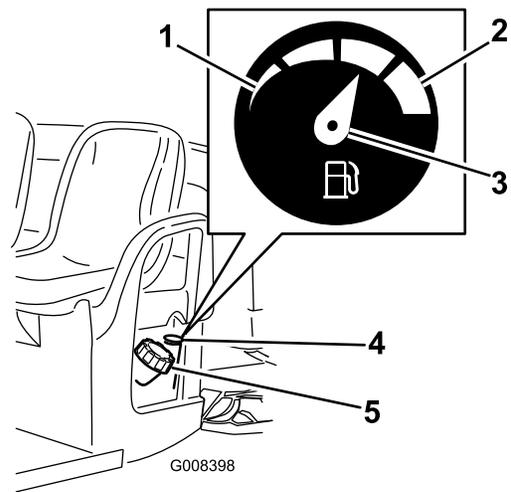

Figura 18
2. Pulite intorno al tappo del serbatoio del carburante (Figura 18).